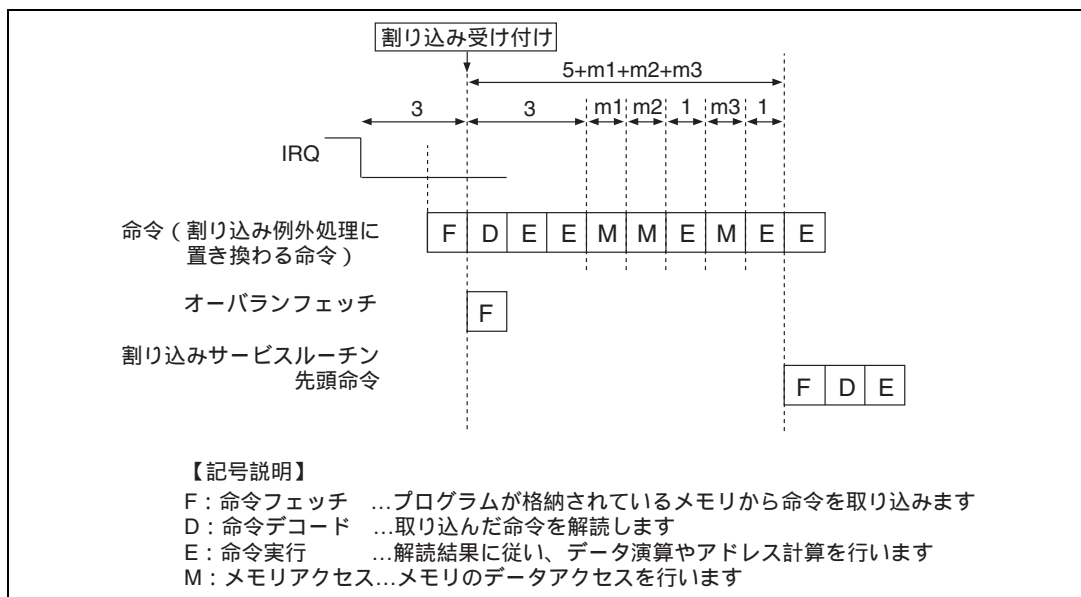

図 6.5 IRQ 割り込みを受け付けるときのパイプライン動作例
- (1) 割り込みコントローラに対して、各割り込み要求元から割り込み要求信号が送られます。
- (2) 割り込みコントローラでは、送られた割り込み要求の中から、割り込み優先レベル設定レジスタ A ~ L (IPRA ~ IPLR) に従って最も優先順位の高い割り込みが選択され、それより優先順位の低い割り込みは無視*されます。このとき、同一優先順位に設定された割り込み、または同一モジュール内の割り込みが複数発生した場合は、表 6.6 に示す「デフォルト優先順位」と「IPR 設定部内の優先順位」に従って、最も優先順位の高い割り込みが選択されます。無視された割り込みは、上位の割り込み処理終了後に受け付けられます。また、上位の割り込み処理終了前に取り下げることができます。
- (3) 割り込みコントローラで選択された割り込みの優先レベルと CPU のステータスレジスタ (SR) の割り込みマスクビット (I3 ~ I0) とが比較されます。I3 ~ I0 ビットに設定されているレベルと同じか低い優先レベルの割り込みは無視されます。I3 ~ I0 ビットのレベルより高い優先レベルの割り込みだけが受け付けられ、CPU へ割り込み要求信号が送られます。
- (4) 割り込みコントローラが割り込みを受け付けると、 $\overline{\text{IRQOUT}}$ 端子からローレベルが出力されます。
- (5) 割り込みコントローラから送られた割り込み要求は、CPU が実行しようとしている命令のデコード時に検出され、その命令の実行が割り込み例外処理に置き換えられます(図 6.5 参照)。
- (6) ステータスレジスタ (SR) とプログラムカウンタ (PC) がスタックに退避されます。
- (7) SR の I3 ~ I0 ビットに、受け付けられた割り込みの優先レベルが書き込まれます。
- (8) 受け付けられた割り込みがレベル検出または内蔵周辺モジュールからの割り込みだった場合、 $\overline{\text{IRQOUT}}$ 端子からハイレベルが出力されます。なお、受け付けた割り込みがエッジ検出だった場合は、(5) で CPU が実行しようとしていた命令を割り込み例外処理に置き換えた時点で $\overline{\text{IRQOUT}}$ 端子からハイレベルが出力されます。ただし、割り込みコントローラが受け付け中の割り込みよりレベルの高い他の割り込みを受け付けているときは、 $\overline{\text{IRQOUT}}$ 端子はローレベルのままです。
- (9) 受け付けられた割り込みに対応する例外処理ベクタテーブルから、例外サービスルーチン開始アドレスが取り出され、そのアドレスにジャンプして、プログラムの実行が開始されます。このときのジャンプは遅延分岐ではありません。
割り込み要求が発生してから、割り込み例外処理が行われ、例外サービスルーチンの先頭命令のフェッチが開始されるまでの時間（割り込み応答時間）を表 6.8 に示します。また、IRQ 割り込みを受け付ける場合のパイプライン動作を図 6.5 に示します。